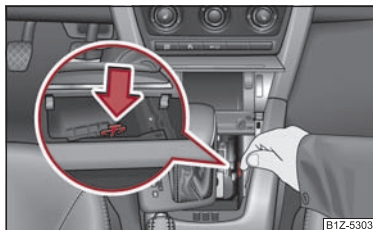

Fig. 122 Deblocarea de urgență a selectorului de viteze
- Apăsăți cu un deget componenta galbenă din material plastic, în direcția indicată de săgeată → pagina 116, fig. 122.